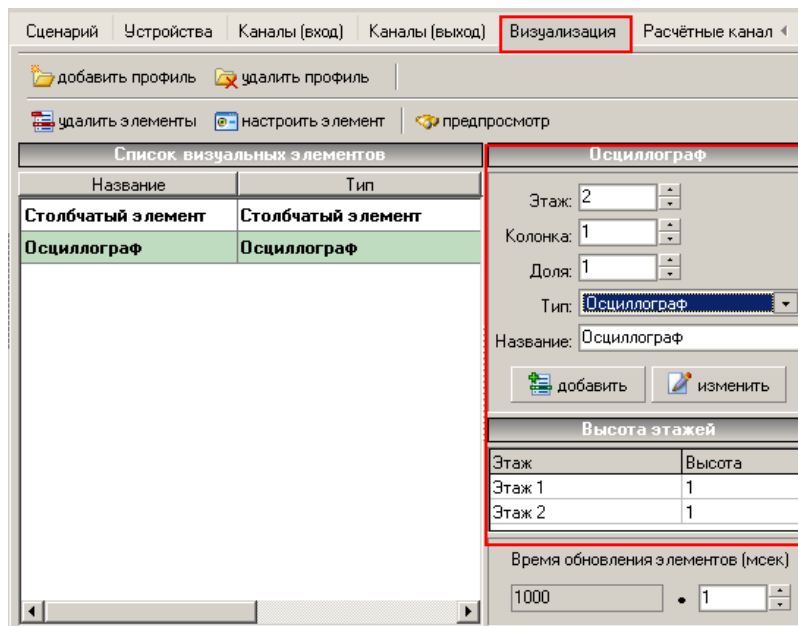

Рисунок 9
8.1. Открыть закладку **"Визуализация"** (см. Рисунок 9), выбрать требуемый тип органа отображения (для Lite-версии – осциллограф, самописец, цифровой или столбчатый)